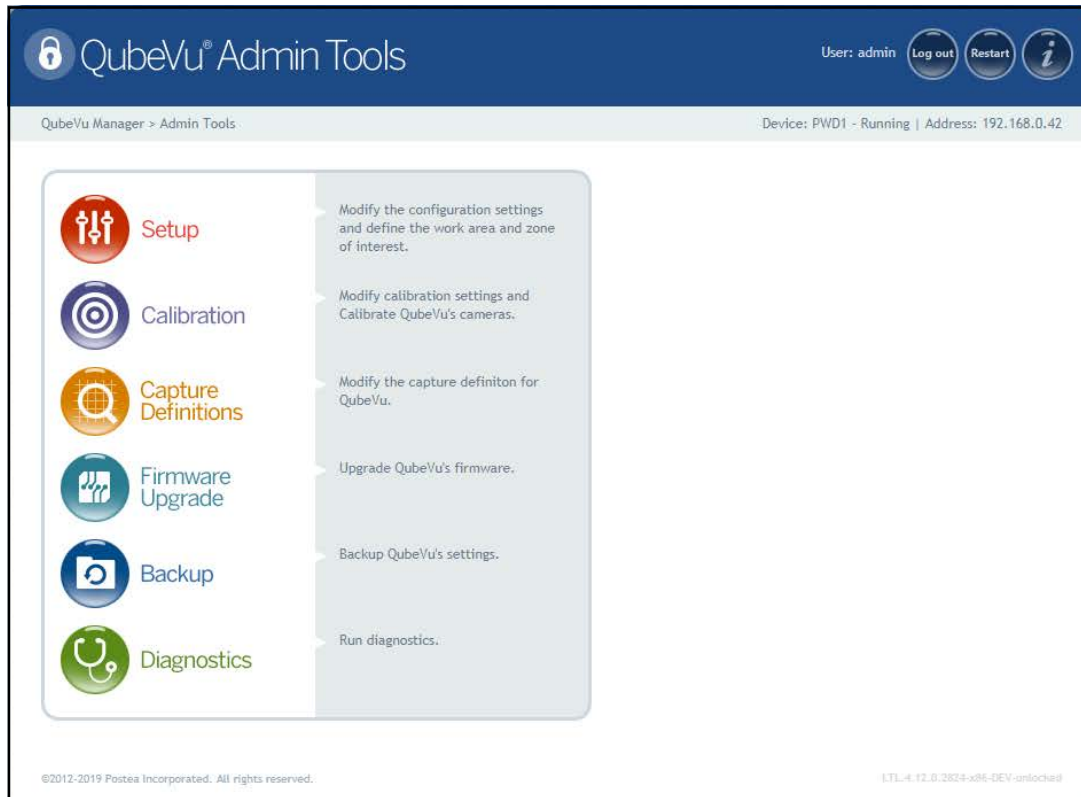

Figura 2-2. Menú Admin Tools (Herramientas de administración)
3. Pulse  **Setup** en el menú **Admin Tools** (Herramientas de administración) (Figura 2-2 en la página 10) para entrar en el menú **Setup** (Configuración).